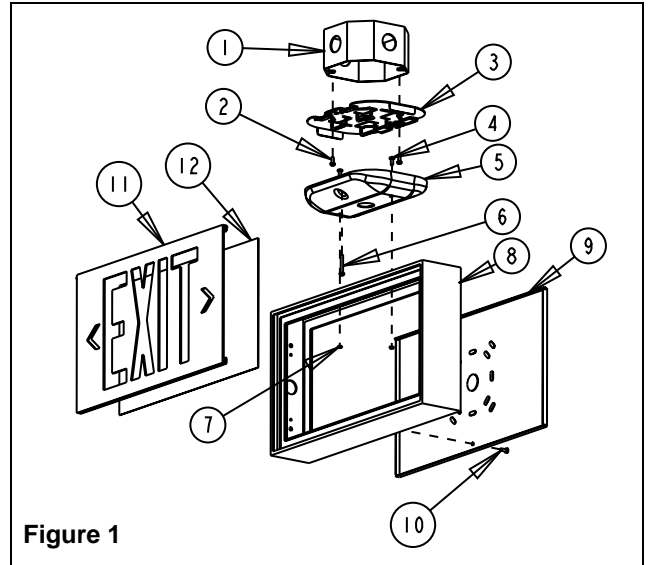

Figure 1
- e. Fasten the canopy to the exit using #8-32 Short screws and keps nuts provided (see fig. 1).
e. Assembler le pavillon à l'enseigne à l'aide des vis courtes(4) et des écrous à rondelle fournis (voir fig 1).